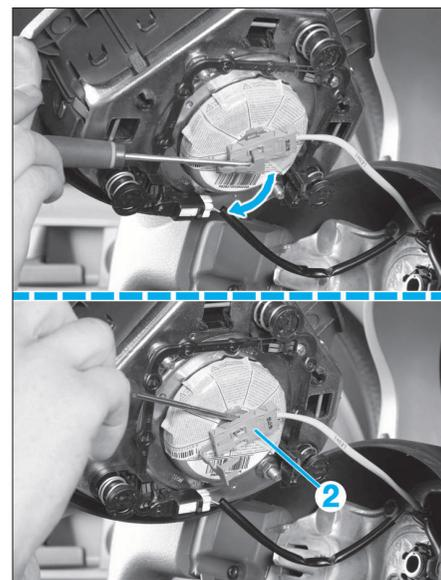

FIG. 6
- Retirer le module de son emplacement, puis débrancher le connecteur (2) à l'aide d'un tournevis fin (Fig.6).